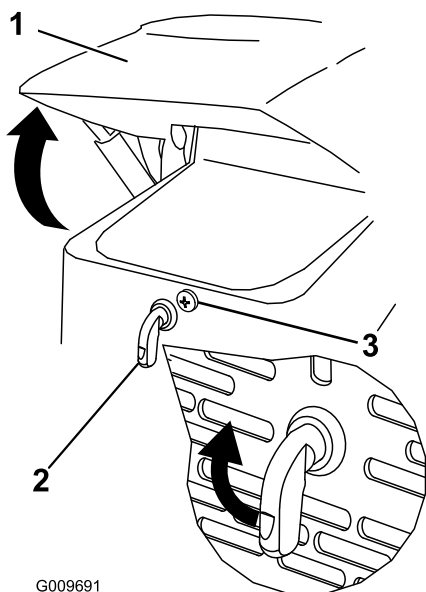

Figure 25
1. Desserrez la vis de verrouillage du capot (Figure 25).
2. Tournez le verrou du capot dans le sens horaire (Figure 25).
3. Soulevez le capot (Figure 25).
3. Serrez la vis de verrouillage du capot pour bloquer le verrou (Figure 25).